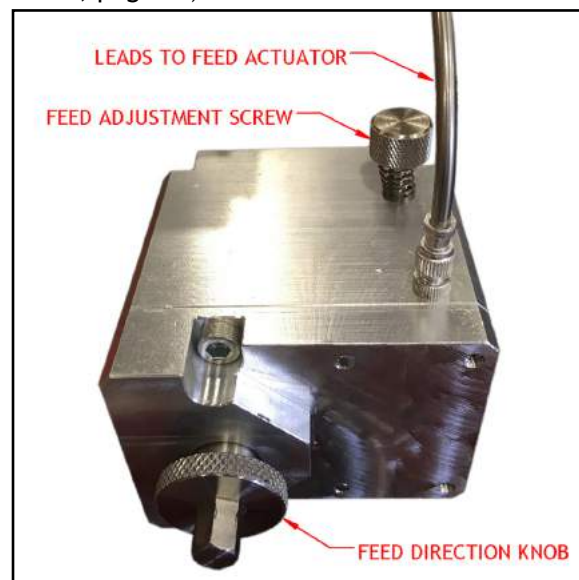

FIGURE 4-4. VIS DE RÉGLAGE DE L'AVANCE ET BOUTON DE DIRECTION DE L'AVANCE
6. Réglez le bouton de direction de l'avance (comme le montre la Figure 4-4, page 25) dans le sens désiré.
1. Débrayez les doigts d'embrayage (voir Figure 4-4).